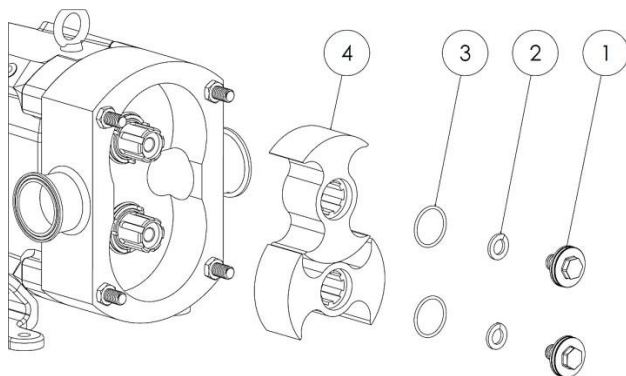

Figura 27: Despiece del cuerpo de la bomba
3. Retire los rotores orientándolos perpendicularmente entre sí y luego tirando de ellos hacia afuera. Es importante tener cuidado con los rotores para que no se dañen. En el caso de los sellos mecánicos, el sello giratorio suele permanecer en el rotor durante la extracción (tenga cuidado). Si los rotores son difíciles de quitar, use una palanca de nailon o madera para sacarlos sin dañar el cuerpo o los rotores. Si es necesario, retire el cuerpo, sujete las tuercas y golpee el cuerpo hacia adelante para aflojar los rotores. Utilice la Figura 27 para asegurarse de que se han retirado todas las piezas.